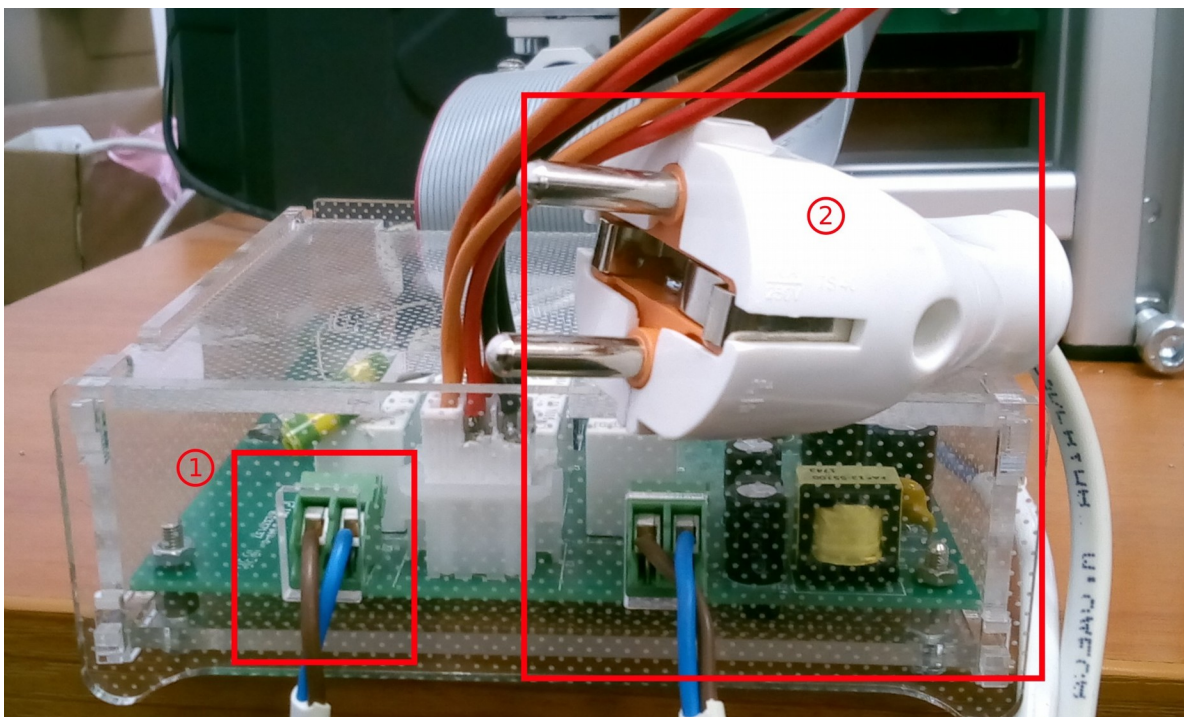

Рисунок 2
- ✓ вход нагрузки: используется лампа накаливания (**Рисунок 2** — метка 1)
- ✓ разъем кабеля питания тестируемого оборудования: подключается к эталонному управляемому блоку питания IT732х (**Рисунок 2** — метка 2)